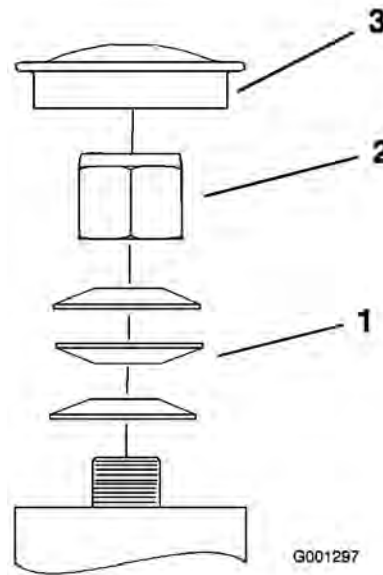

Figure 47
3. Retirez le capuchon anti-poussière de la roue pivotante et serrez le contre-écrou (Figure 47).
4. Continuez de le serrer jusqu'à ce que les rondelles élastiques soient aplaties, puis desserrez-le de 1/4 de tour pour obtenir la précharge correcte des roulements (Figure 47).
Important: Veillez à placer les rondelles comme illustré (Figure 47).
5. Remettez le capuchon anti-poussière en place (Figure 47).